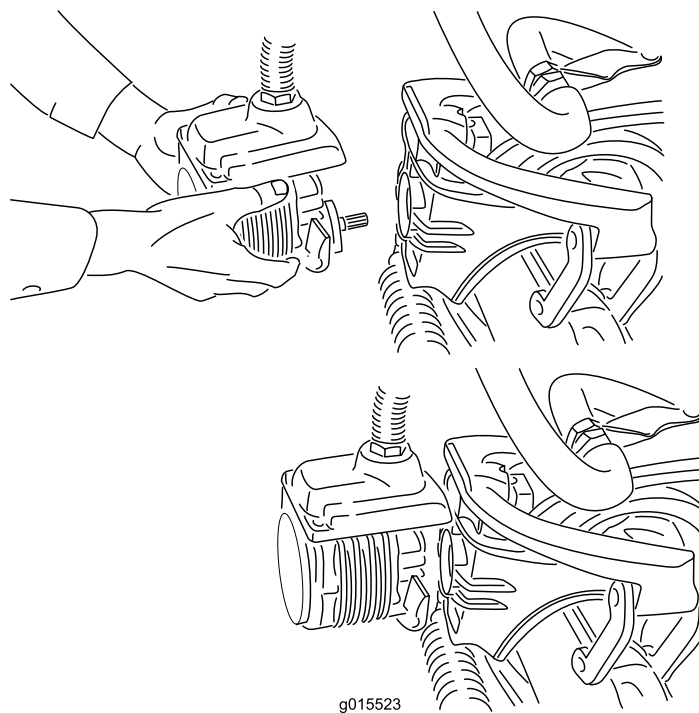

Figura 39
4. Spostate il motore in posizione di stoccaggio davanti al braccio di sospensione (Figura 39).